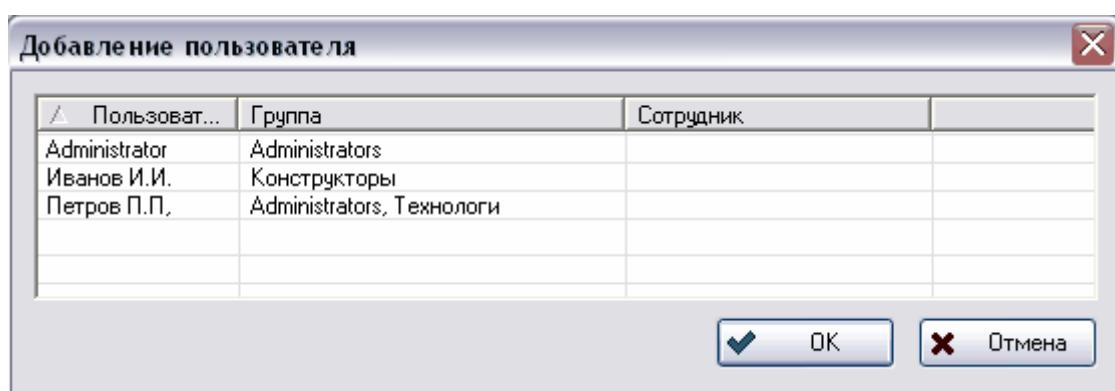

Рис. 16 Добавление пользователя в новую рабочую группу
3. Для добавления в создаваемую группу уже имеющегося пользователя нажмите на кнопку **+ Добавить**, в появившемся диалоговом окне выберите пользователя и нажмите на кнопку **Ok** (Рис. 16).